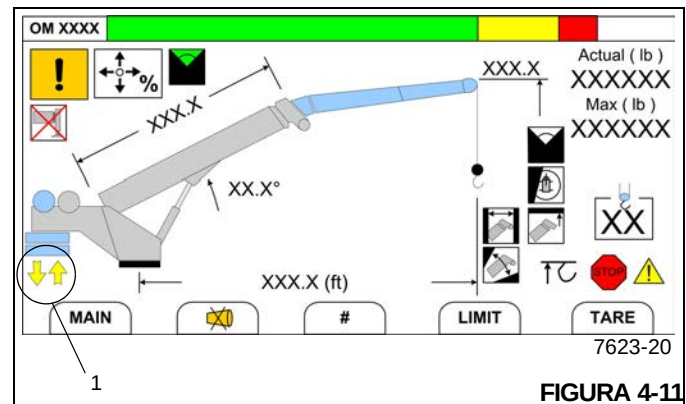

FIGURA 4-11
3. Fije la pantalla en la consola del operador en la pantalla de modo de funcionamiento del RCL (Figura 4-11) (vea la *Sección 7, Limitador de capacidad nominal*).
4. Mientras observa la pantalla, gire la superestructura hasta que el indicador de posición de giro de retiro de contrapeso (flechas amarillas) (1, Figura 4-11) aparezca en la pantalla, lo que indica que la parte trasera de la superestructura está casi encima del contrapeso retirable almacenado en la plataforma del vehículo.
- 3. Fije la pantalla en la consola del operador en la pantalla de modo de funcionamiento del RCL (Figura 4-11) (vea la *Sección 7, Limitador de capacidad nominal*).
- 4. Mientras observa la pantalla, gire la superestructura hasta que el indicador de posición de giro de retiro de contrapeso (flechas amarillas) (1, Figura 4-11) aparezca